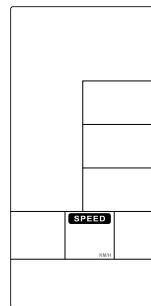

Figure 50
1. Halten Sie die START&ENTER-Taste 2 Sekunden lang gedrückt, der Summer gibt einen langen Piepton ab. SPEED leuchtet weiter auf, M/H, KM/H blinken einmal pro Sekunde (Abbildung 50~51).
1. Hold on START&ENTER key for 2s, buzzer will sound 1 long beep. SPEED keep lighting up, M/H,KM/H flash once per second (Figure 50~51).